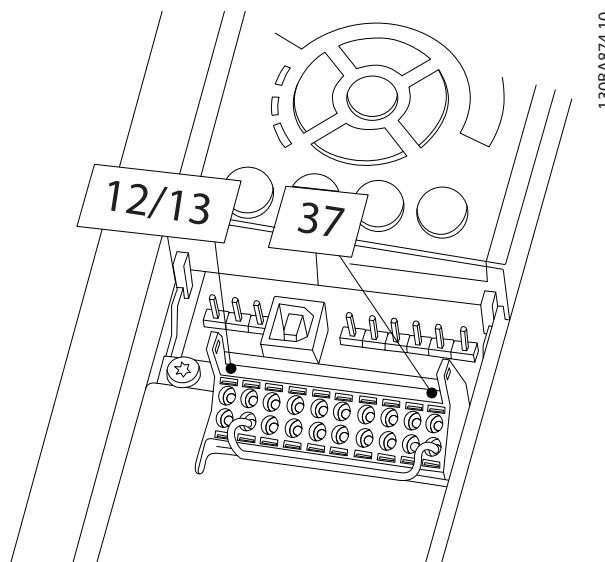

Рисунок 2.1 Перемычка между клеммой 12/13 (24 В) и клеммой 37
1. Снимите перемычку между клеммами управления 37 и 12 либо 13. Разрезать или разорвать перемычку недостаточно, это не сможет защитить от короткого замыкания. (См. перемычку на Рисунок 2.1.)